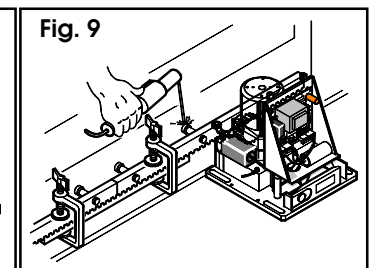

Fig. 9
8) Accostare un altro elemento di cremagliera all'ultimo fissato utilizzando un pezzo di cremagliera di circa 150 mm per mettere in fase la dentatura dei due elementi (fig. 9).
9) Fare scorrere manualmente l'anta verso la chiusura fino ad arrivare in corrispondenza del pignone con il terzo distanziale dell'elemento da fissare (fig. 9).
10) Saldare i tre distanziali dell'elemento (fig. 9).